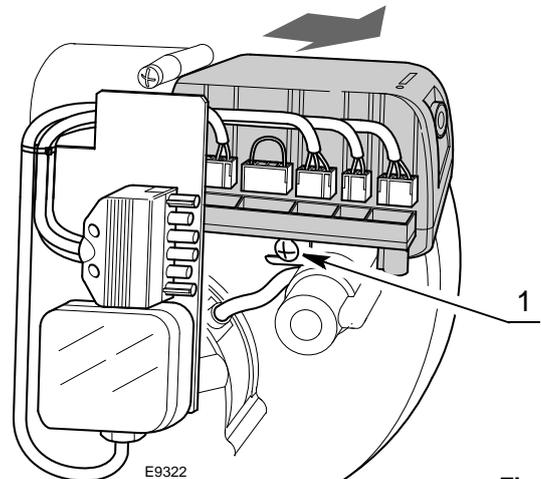

Fig. 15
- sconnettere tutti i connettori ad essa collegati, la spina a 6 poli, i cavi di alta tensione ed il filo di terra (TB);
- svitare la vite 1)(Fig. 15) e tirare l'apparecchiatura nel senso della freccia.
- avvitare la vite 1)(Fig. 15) con una coppia di serraggio da $1 \div 1,2$ Nm;